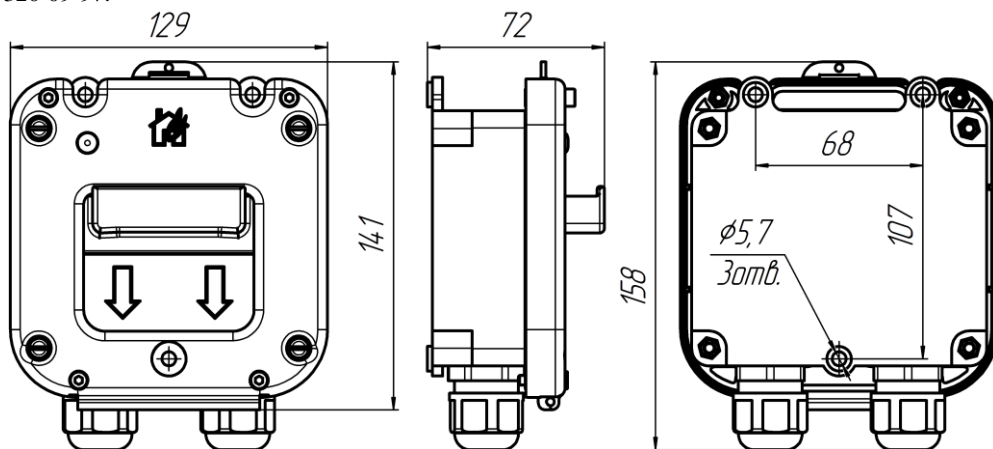
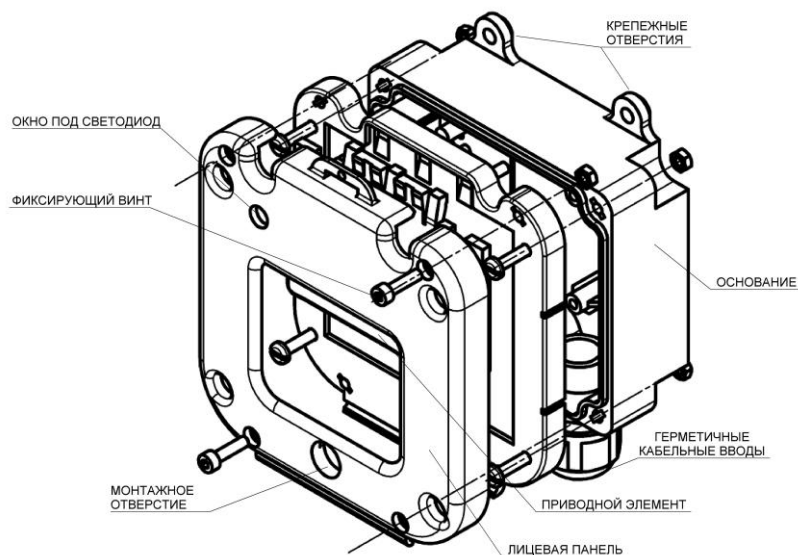

Рис.3. Габаритные размеры извещателя
Рис. 1 Элементы конструкции извещателя
2.4. Конструктивно извещатель состоит из пластикового корпуса, все части которого выполнены из антистатического пластика с поверхностным сопротивлением не более 10^9 Ом/см² при температуре (23±2)°С и относительной влажности (50±5)% в соответствии с ГОСТ 31610.0-2014 (IEC 60079-0:2011), основание которого с электронным блоком закрепляется на стене помещения. Затем лицевая панель с приводным элементом шурупами крепится к основанию. Корпус извещателя в соответствии с требованиями заказчика может быть оборудован герметичными пластиковыми кабельными вводами для подведения проводников диаметром от 6 до 14мм, герметичными вводами МКВ (см. таблицу) из нержавеющей стали марки 12Х18Н10Т, предназначенными для различных вариантов прокладки кабеля количеством 2 шт. Элементы конструкции извещателя показаны на рис.1. Габаритные размеры извещателя показаны на рис.3.